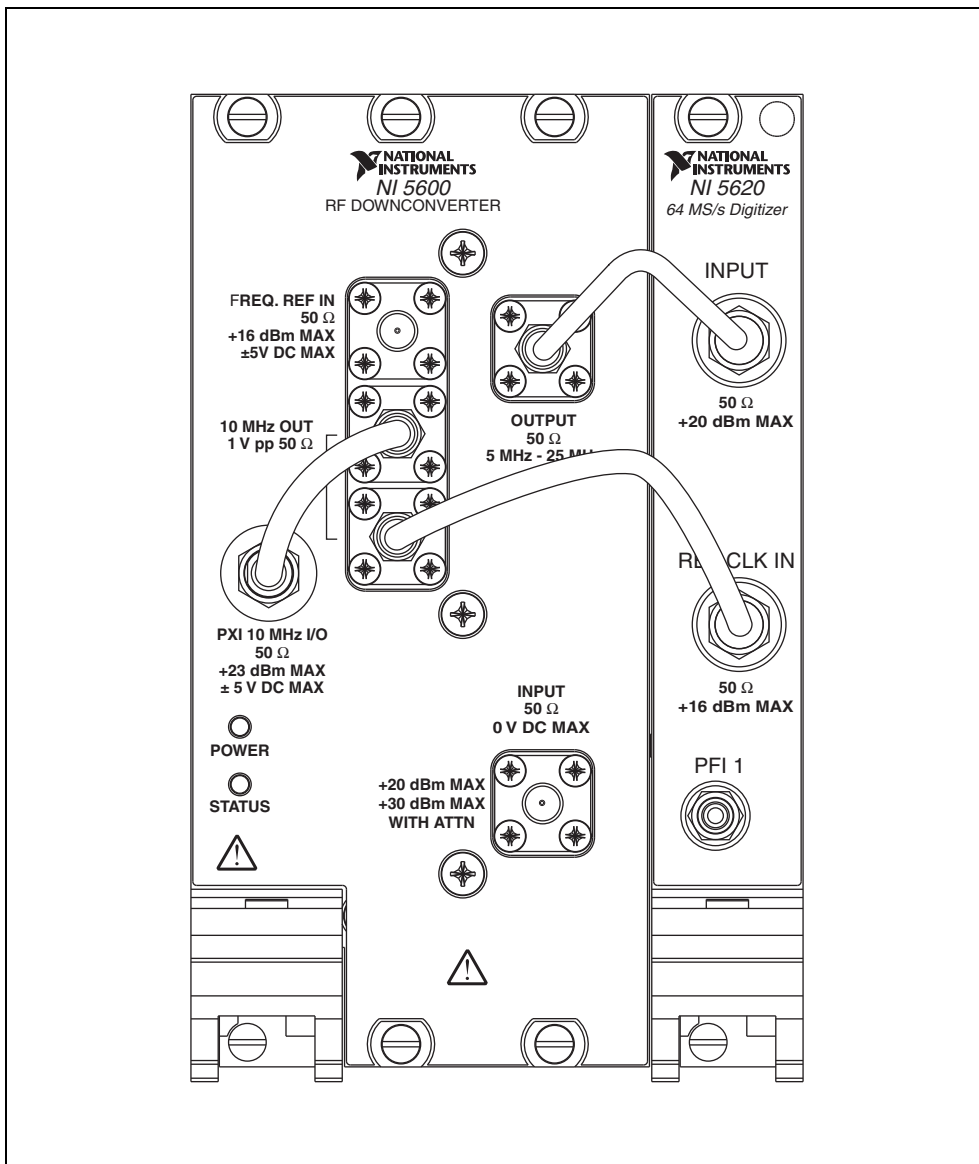

図 3 付属の NI 5660 ケーブルを使用したデバイスの相互接続
NI 5600 および NI 5620 はモジュールのフロントパネルを介して相互接続されます。RF ベクトル信号アナライザハードウェアモジュールのフロントパネルコネクタを相互接続するには、図 3 に示すように、手順 1 から 6 に従ってください。
メモ セミリジッドケーブルは、図 3 に示すように折り曲がった部分が上向きになるように取り付けてください。
4. 図 3 に示すように、SMA 用トルクレンチ（別途ご用意ください）を使用して、注意しながらすべての SMA コネクタを 1 N・m のトルクで締めます。レンチがカチッと音がすると適正なトルクです。